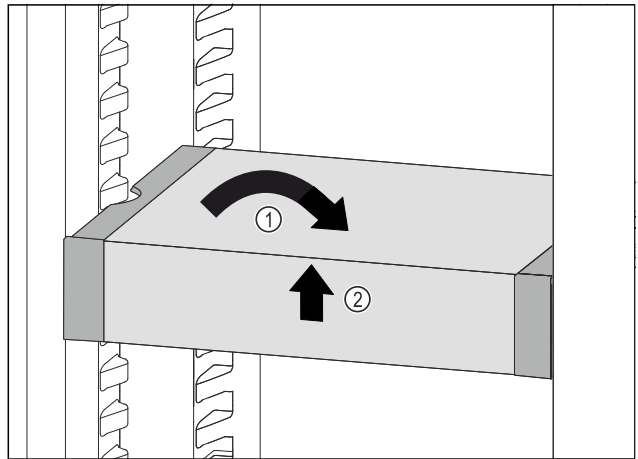

Fig. 171
- VarioSafe gerade stellen. Fig. 171 (1)
- VarioSafe vorne anheben. Fig. 171 (2)